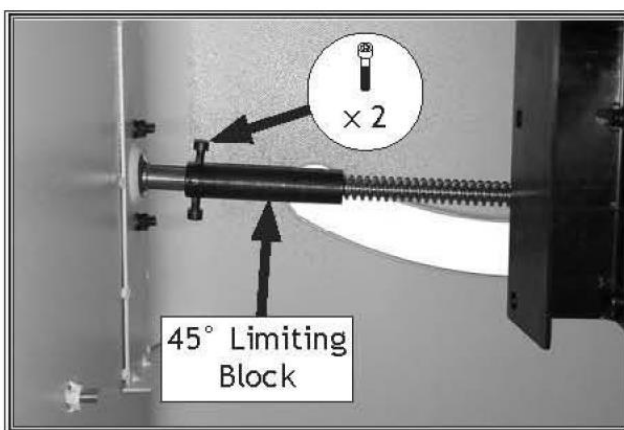

Рисунок 103. Расположение ограничительного блока под углом 45°.
5. Ослабьте (2) болты на ходовом винте под углом 45° (см. рисунок 103).